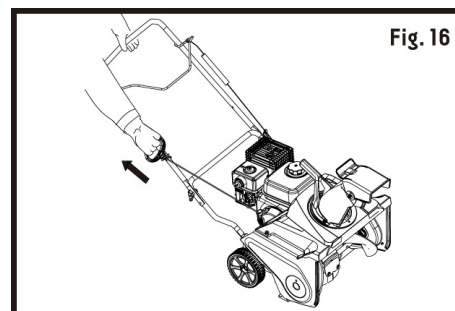

Fig. 16
1. Trekk rekylstarthåndtaket ut ca. 10 til 15 cm (4 til 6 tommer) til du kjenner en motstand, og start deretter motoren med et kraftig rykk (fig. 16).
2. Når motoren er i gang, setter du startsnoren inn i snorføreren (se fig. 16), og mens motoren er i gang, flytter du chokehendelen gradvis til "RUN"-posisjon;